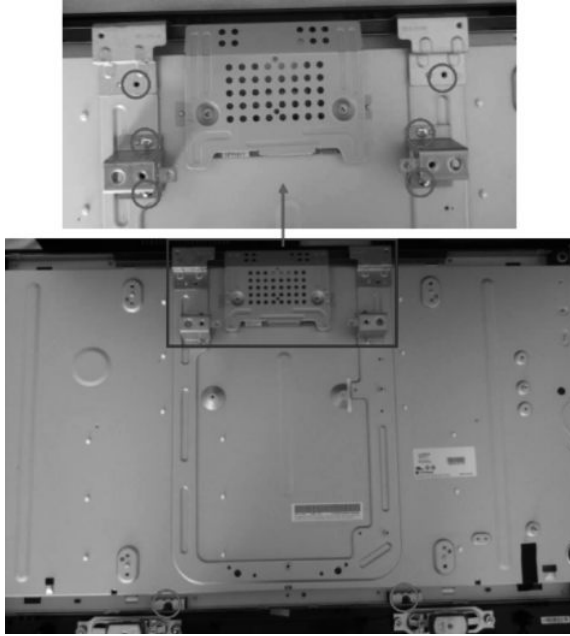

图 1-22 移除铰链
(4) 拧下圆圈标示的螺钉并移除铰链, 如图 1-22 所示。